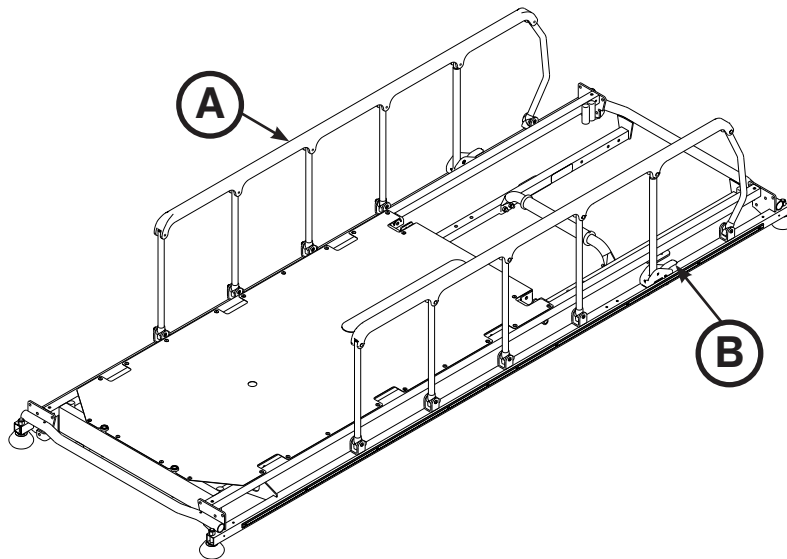

Figure 4 : Ridelles
Pour relever les ridelles, tirer la ridelle (A) à fond vers le haut jusqu'à ce que le verrouillage (B) s'enclenche, comme illustré dans la Figure 4.
Pour abaisser les ridelles, tirer le verrouillage (B) vers le haut et glisser la ridelle à fond vers le bas, comme illustré dans la Figure 4. Les verrouillages (B) de couleur jaune sont faciles à repérer.